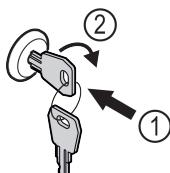

Fig. 176
- Пъхнете ключа. Fig. 176 (1)
- Завъртете го на 90° по посока на часовниковата стрелка. Fig. 176 (2)